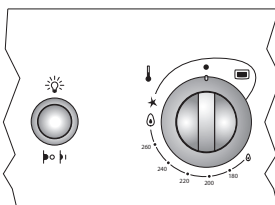

Fig. 2: Con encendido electrónico "a una mano".
1. Partiendo de la posición CERRADO (O) oprima y gire en sentido antihorario la perilla correspondiente al quemador seleccionado hasta la posición MÁXIMO (☉).
2. a. Cocina con Encendido Electrónico instantáneo "a una mano" (Fig. 2): mantenga presionada la perilla durante el encendido del quemador y sosténgala unos segundos más para que el calor de la llama active la válvula de seguridad.